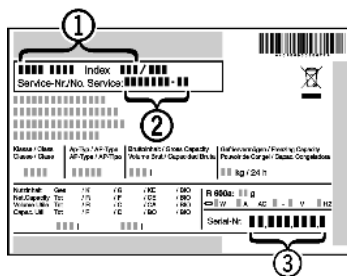

Fig. 20
- ▶ Apparaataanduiding *Fig. 20 (1)*, service-nr. *Fig. 20 (2)* en serie-nr. *Fig. 20 (3)* van het typeplaatje aflezen. Het typeplaatje bevindt zich aan de linkerkant binnen in het apparaat.
- ▶ Contact opnemen met de Technische Dienst en het probleem, apparaataanduiding *Fig. 20 (1)*, service-nr. *Fig. 20 (2)* en serie-nr. *Fig. 20 (3)* mededelen.